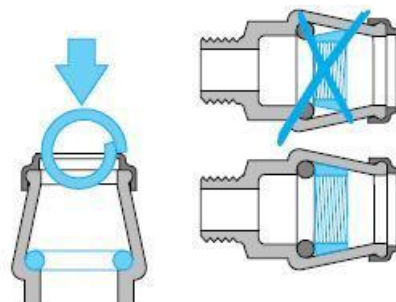

Figure 7
2. Glisser le nouvel anneau de serrage dans le manchon (voir fig. 7)